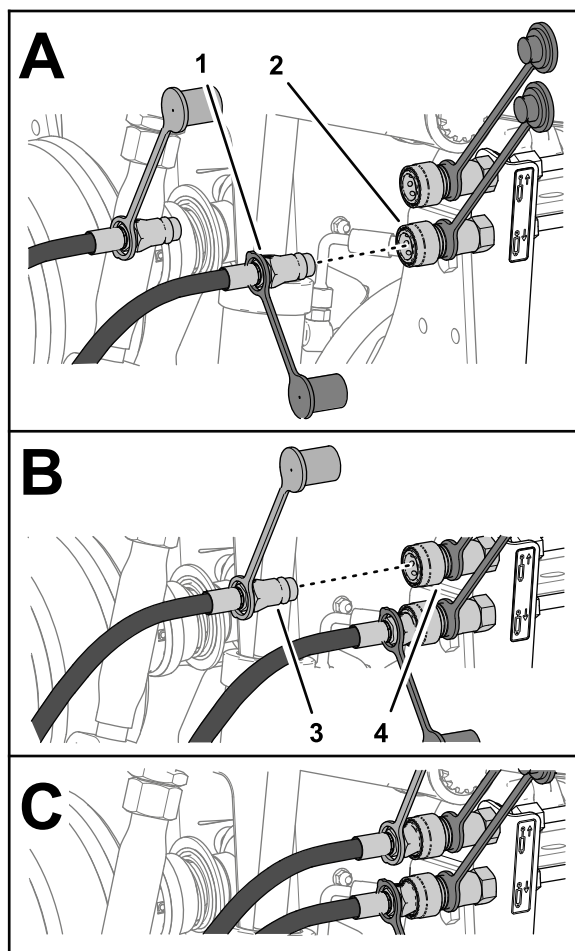

Figura 33
4. Conecte el conector rápido de la manguera de extensión del cilindro al acoplamiento rápido del circuito de bajada del accesorio trasero (Figura 33).